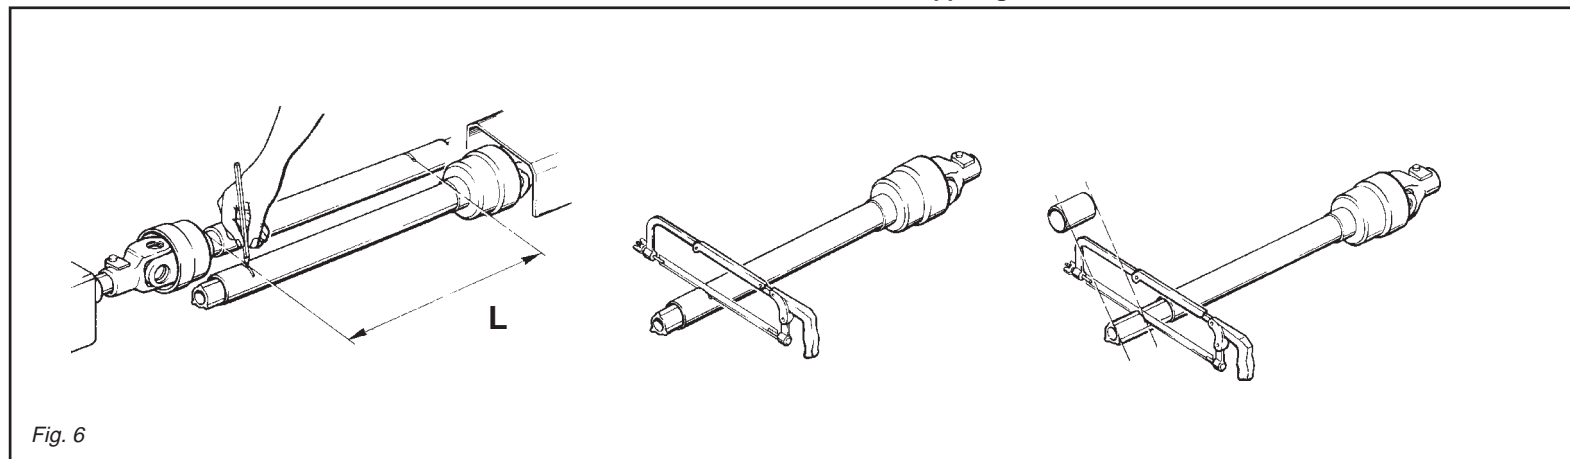

Fig. 6
- 4) Affiancare le due metà del cardano. Trovare la lunghezza minima di scorrimento «L» (Fig. 6). Se l'albero cardanico risultasse troppo lungo si dovranno accorciare, in uguale misura, prima i due tubi di protezione in plastica esterni, poi quelli metallici interni (vedere Fig. 6). Quindi sbavare e lubrificare.
- 4) *Place the two halves of the cardan shaft side by side. Establish the minimum sliding length "L" (Fig. 6). If the cardan shaft is too long, it must be shortened. Proceed by first equally shortening the two external plastic guard tubes then the internal metal ones (see Fig. 6). Finish by trimming and lubricating.*
- 4) Die beiden Hälften der Gelenkwelle aneinander annähern. Die kleinste Gleitlänge "L" finden (Abb. 6). Wenn die beiden Teile der Gelenkwelle zu lang sein sollten, müssen sie abgelängt werden, und zwar beide im gleichen Ausmaß, zuerst der äußere Kunststoffschutz, dann der innere Metallteil (vgl. Abb. 6). Dann sind sie zu entgraten und zu schmieren.
- 4) *Posez les deux moitiés de l'arbre à cardans une à côté de l'autre. Mesurez la longueur minimum de coulissement «L» (Fig. 6). Si l'arbre est trop long, vous devrez raccourcir de la même dimension les deux tubes de protection extérieurs en plastique et puis les tubes métalliques intérieurs (voir Fig. 6). Ensuite ébavurez et graissez.*
- 4) Juntar las dos mitades del cardán. Encontrar la longitud mínima de deslizamiento "L" (Fig. 6). Si el árbol cardánico resulta demasiado largo deberemos acortar, en medida equivalente, en primer lugar los tubos de protección de plástico externos, y luego los tubos metálicos internos (ver Fig. 6). Luego limar y lubricar.